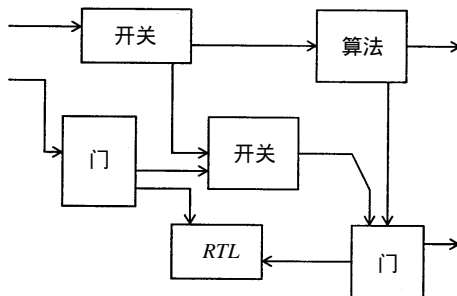

图1-1 混合设计层次建模
- 图1-1显示了 Verilog HDL 的混合方式建模能力，即在一个设计中每个模块均可以在不同设计层次上建模。